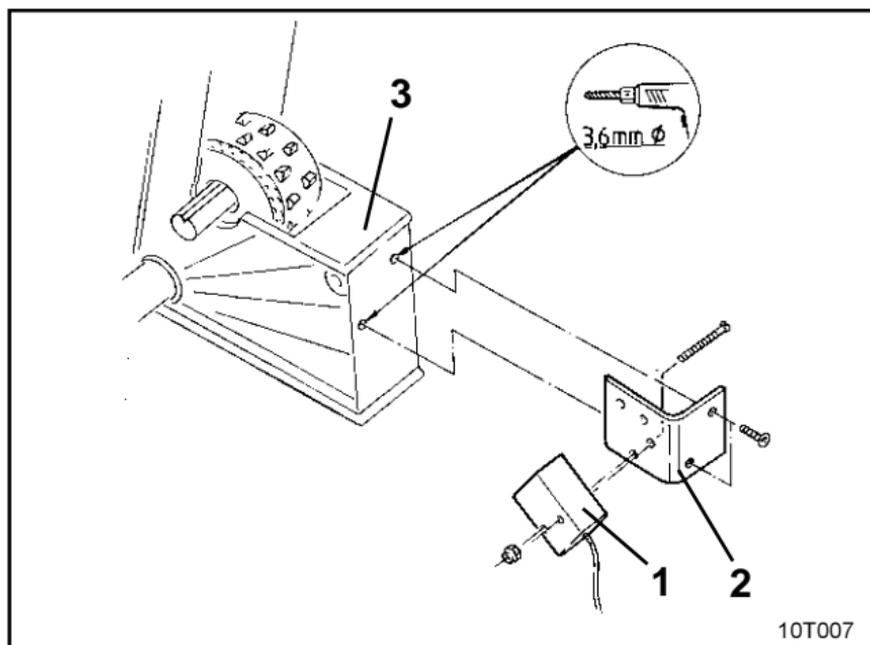

Fig. 10.1
- Vissez le capteur (fig. 10.1/1) sur son support (fig. 10.1/2).
- Percez 2 trous (\varnothing 3,6 mm) dans le dernier carter de distribution d'extrémité gauche (fig. 10.1/3) en utilisant le foret fourni avec le boîtier.
- Vissez le support de capteur (fig. 10.1/2) sur le carter de distribution.